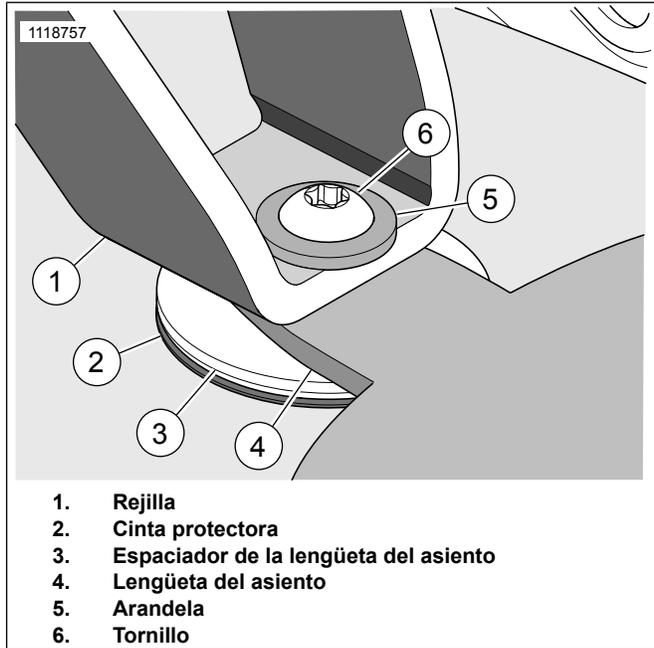
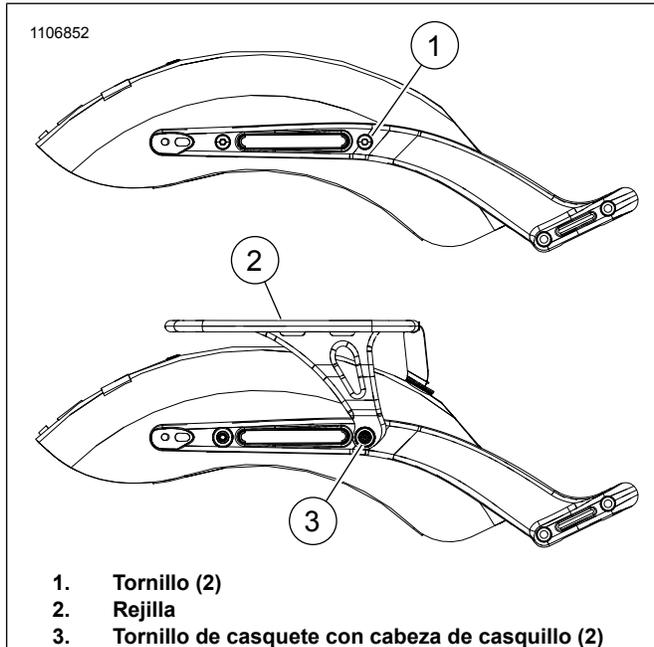

Figura 3. Instalación de los elementos de sujeción
Figura 4. Kit 50300120
6. Vea Figura 3. Coloque cinta protectora (2) en la parte superior del guardabarros.
10. Vea Figura 4. Quite los tornillos (1) del guardabarros.
- Coloque la rejilla (2) en el guardabarros.
- Vea Figura 3. Alinee el agujero de la rejilla (1) con el agujero de la lengüeta del asiento (4).
- Sin ajustar, instale la arandela (5) y el tornillo (6).
- Vea Figura 4. Alinee los agujeros de la placa lateral de la rejilla con el guardabarros.
- Sin apretar, instale ambos tornillos de casquete con cabeza de casquillo (3) para sostener la rejilla en su lugar.
- Quite un solo tornillo de casquete con cabeza de casquillo (3) y aplique fijatornillos.